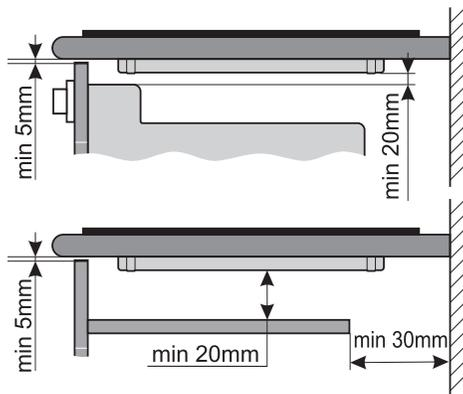

Рис. 12
6. При установке панели необходимо обеспечить минимальные воздушные зазоры согласно рис. 12.